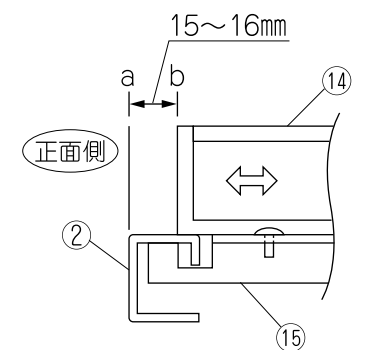

図 3
上記のキャビネット吊金具⑮をセットした後、キャビネット⑭の引出しを抜き裏返して、キャビネット吊金具⑮の上に置き六角ボルト⑮、平座金⑩で仮止めします。その後、取り付けるキャビネットがAのタイプである場合、本体(キャビネット)を図3のaの位置に本体の前面がくるように合わせます。またBのタイプのキャビネットの場合は、bの位置に本体の前面がくるように合わせます。そして、それぞれの位置に合わせたのち、はずれないように本締めして下さい。